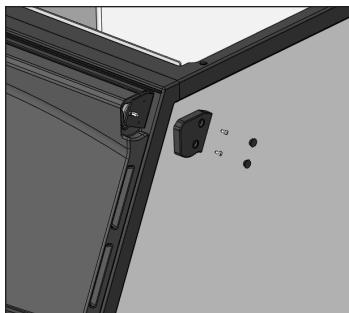

Рис. 1. Развёрнутое изображение торцевой заглушки кронштейна дверцы, винтов и колпачков.
- Снять торцевые заглушки с кронштейнов дверцы. См. рис. 1.